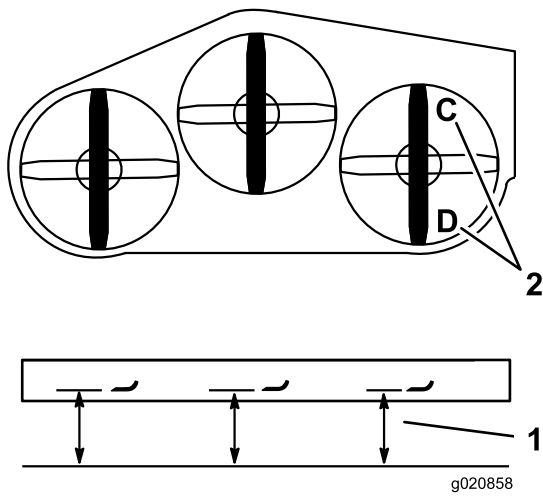

Figura 84
- Coloque la cuchilla derecha en posición longitudinal (Figura 84).
- Mida la cuchilla derecha en la posición **C** desde una superficie nivelada hasta el filo de corte de la punta de la cuchilla, y anote esta medida (Figura 84).
- Mida la cuchilla derecha en la posición **D** desde una superficie nivelada hasta el filo de corte de la punta de la cuchilla, y anote esta medida (Figura 84).
Nota: La cuchilla de corte debe estar entre 6 y 10 mm (1/4 a 3/8 pulgada) más baja en la posición **C** que en la posición **D** (Figura 84). Si la distancia no es correcta, continúe con los pasos siguientes.